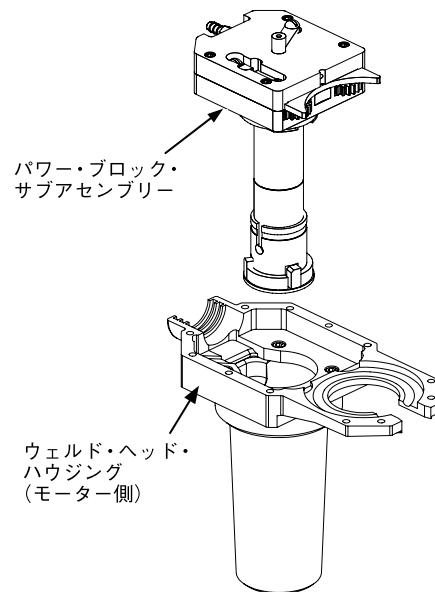

図30：パワー・ブロック・サブアセンブリーを
8. パワー・ブロック・サブアセンブリーを持ち上げて、モーター側ウェルド・ヘッド・ハウジングから取り外します。図30をご参照ください。